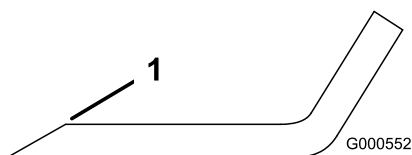

Figura 39
1. Utilice una lima para afilar el filo de corte en ambos extremos de la cuchilla (Figura 39).
Nota: Si la cuchilla no está equilibrada, rebaje algo el metal en la parte de la vela solamente (Figura 39).